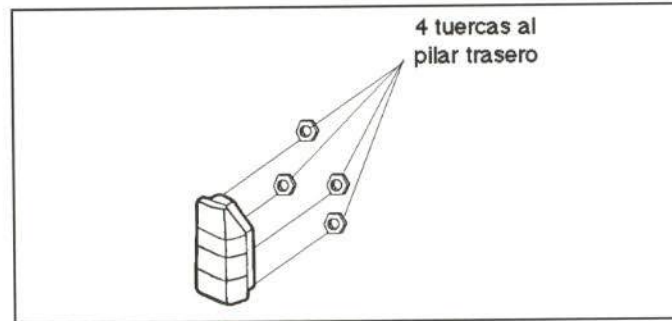

Figura 61.- Unión del piloto trasero
El piloto trasero va fijado a la carrocería, tal como se muestra en la figura 61.
- Piloto trasero (figura 61).